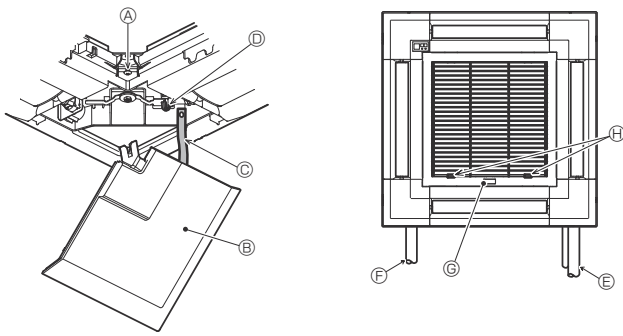

Fig. 9-11
9.5. Instalação da grelha de admissão (Fig. 9-11)